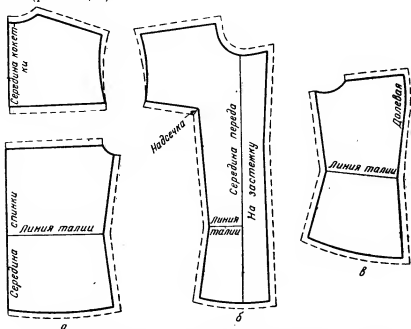

Рис. 329. Подготовка выкройки жакета с подрезами из пройма к раскрою:
Спинка. Кокетку спинки и спинку укладывают так, чтобы середина спинки кокетки и жакета были по долевой нити на сгибе ткани (рис. 329, а).
**Полочка.** Середину переда жакета укладывают так, чтобы ее середина была по долевой нити ткани (рис. 329, б). Боковую часть переда жакета укладывают на ткань так, чтобы обозначенные «Долевая» было по долевой нити ткани (рис. 329, в).